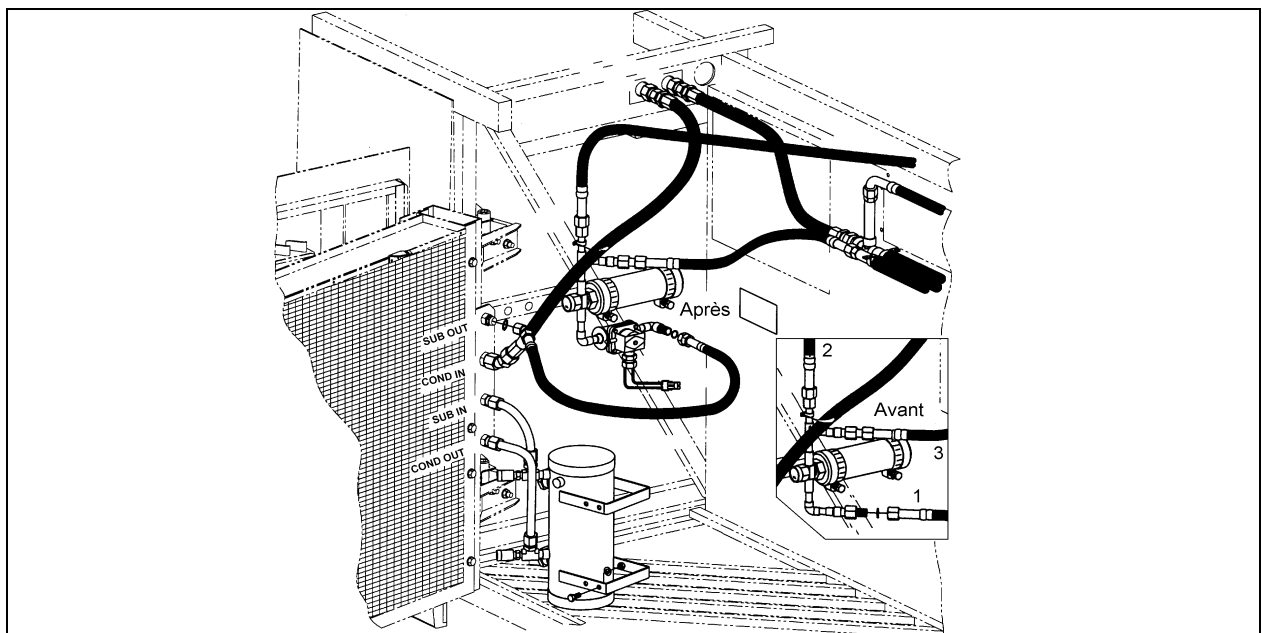

Figure 10: Intérieur du compartiment condenseur. Avant et après l'installation du nouvel ensemble électrovanne.
3. Débrancher le filtre assécheur et les tuyaux 1 à 3 présentés dans l'encadré de la figure 10;
6. Installer le nouvel ensemble électrovanne en s'assurant que les tuyaux sont branchés adéquatement. Consulter la figure 10 pour connaître l'aspect final des branchements;